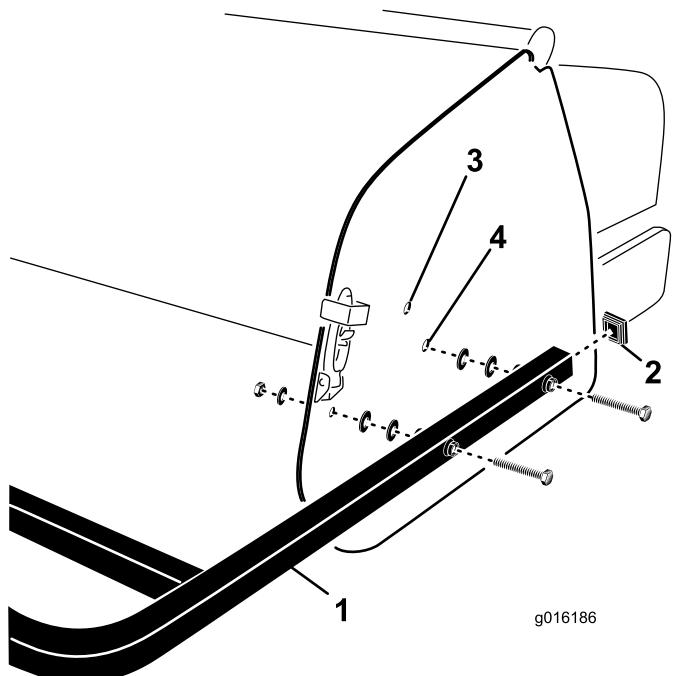

Figura 32
1. Insira os tampões nas extremidades dos tubos da proteção traseira (Figura 32).
2. Alinhe os orifícios com os tubos de montagem da proteção traseira com os furos nas placas laterais do arrejador (Figura 32).
3. Prenda os tubos de montagem da proteção nas placas laterais com 4 parafusos, anilhas planas e porcas (Figura 32).